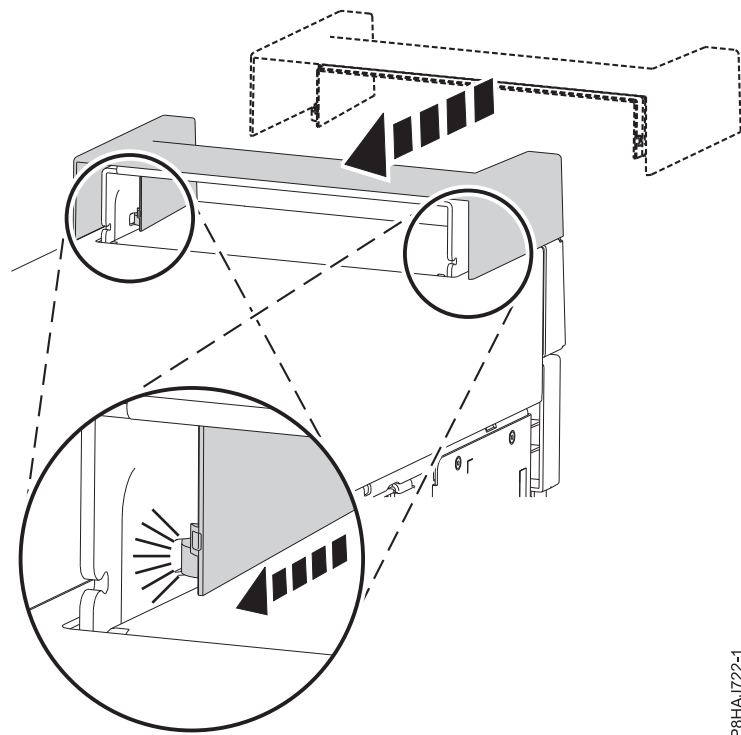

図 59. 8286-41A スタンドアロン・システムへのハンドル・カバーの固定
1. ハンドル・カバーを、システムの後部方向へスライドさせて内部 RDX ドッキング・ステーション (FC EUA3) に固定します。図 59 を参照してください。